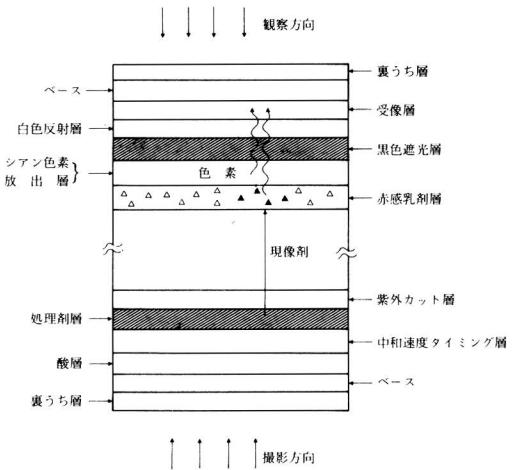

図3. コダック方式インスタント・カラー写真
(1) フィルムは、支持層等を除く数十ミクロンの厚さの中に、機能の異なる十数層が互いに混ざり合うことなく塗布されたものを使う。
(2) 3原色（青・緑・赤）のそれぞれについて各3層が設けられている。それらは、感光乳剤層、色素放出層および現像剤酸化物吸収層である。層構成を図3に示すが、簡単化して1色分だけを書いてある。
(3) 光を吸った乳剤層ではハロゲン化銀微結晶が感光する。しかし、この乳剤は通常のフィルムのもので大いに異なり、内部潜像乳剤と呼ばれていて